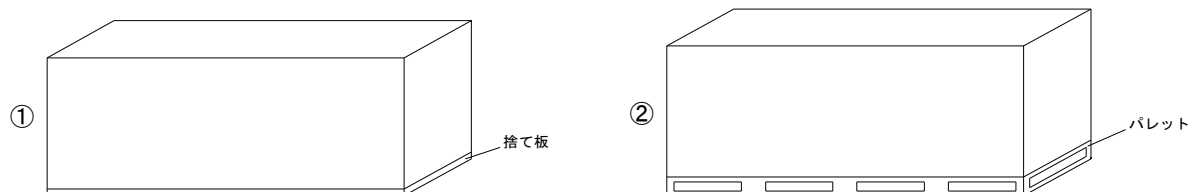

図1 タイガーEX ボード保管概略図
- ・タイガーEX ボードの保管は、波打ちや反りを防止するため高さのそろった台上にボードの縁が台からはみ出ないようにしてください（図1参照）。また、各山の一番上のボードは裏面を上面とし、タイガーEX ボードを屋外で保管する場合は、必ずパレット積みとしてください。